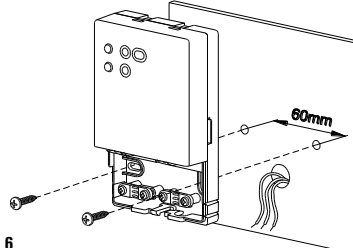

Fig. 6
- 5 Bevestig de muurplaat aan de muur met behulp van de 2 openingen met een asafstand van 60mm. Gebruik hiervoor de meegeleverde schroeven en/of pluggen. Fig. 6.